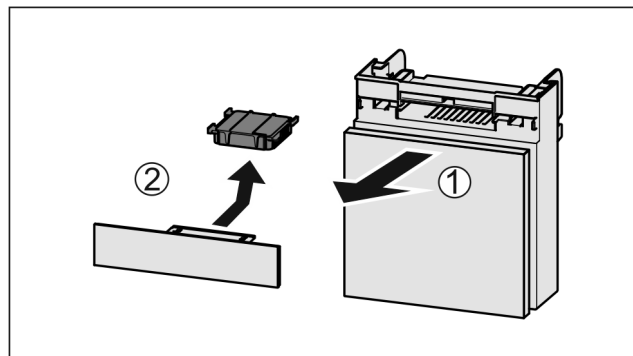

Fig. 155
- Fach nach vorne herausziehen Fig. 155 (1).
- Aktivkohlefilter entnehmen Fig. 155 (2).